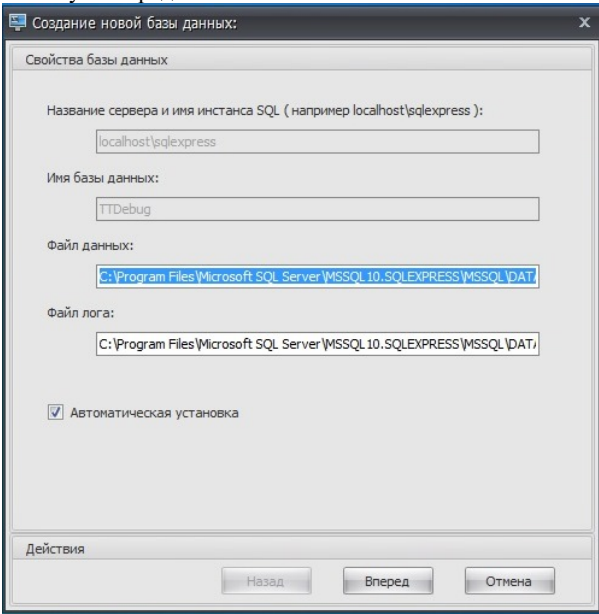

рис. 52
3.3 Установить флажок «Автоматическая установка», при этом пропишутся данные в полях «Название сервера», «Имя базы данных» и пути для файлов данных и лога (рис. 52) и нажать кнопку «Вперед»: